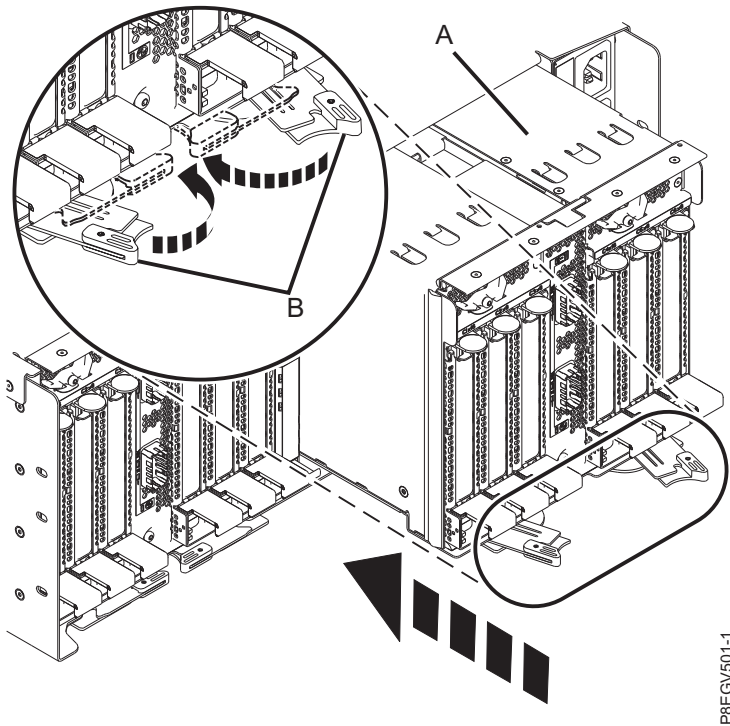

Figura 8. Cierre de los pestillos de liberación en el Módulo de despliegue de 6 ranuras PCIe3
5. Presione los pestillos de liberación (**B**) en el Módulo de despliegue de 6 ranuras PCIe3 (**A**) hacia el sistema hasta que quede bloqueado en su lugar. Consulte Figura 8 en la página 9.